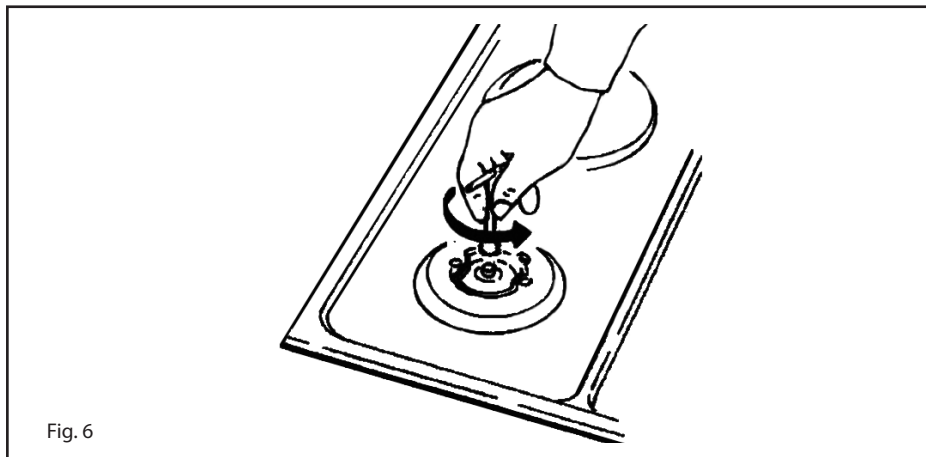

Fig. 6
(Fig.6) Si el aparato estuviera preparado para un tipo de gas diferente del de la alimentación disponible, hay que efectuar:
- la sustitución de los inyectores (Fig.6) con los correspondientes al tipo de gas a utilizar (véase tabla "Características inyectores").